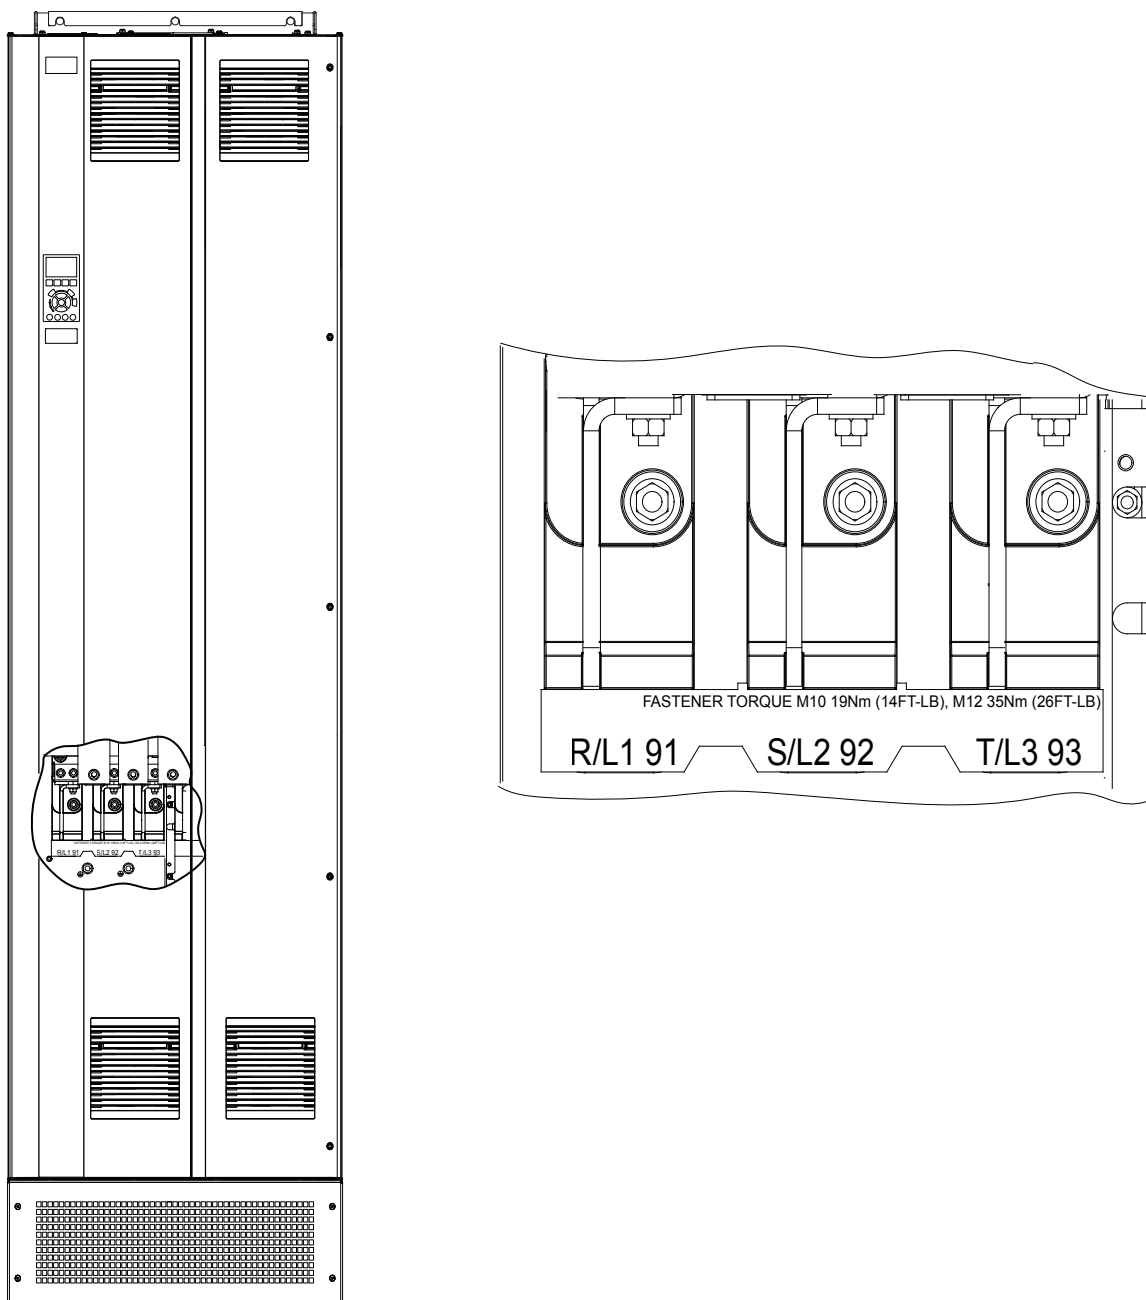

Bild 5.4 Plintar för växelströmsnät (E1h visas). En detaljerad vy över plintarna finns i *kapitel 5.7 Plintdimensioner*.
4. Anslut växelströmsledning (trefas) till plint R, S och T (se *Bild 5.4*).